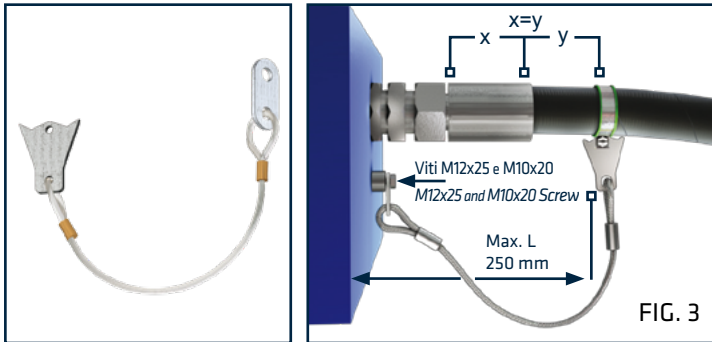

FIG. 3
6. Bei der Montage des **STOPFUVARIE**-Systems das Befestigungselement mit einer Schraube M12x25 mm (UNI 5931 - DIN 912 - ISO 4762) an Stahlkomponenten der Anlage oder Maschine befestigen, für **STOPFUVARIES** mit einer Schraube M10x20 mm (UNI 5931 - DIN 912 - ISO 4762); in beiden Fällen mit Festigkeitsklasse 12.9 und in einem Abstand von 250 mm. Stellen Sie sicher, dass das System wie in Abbildung 3 dargestellt positioniert ist;
6. When assembling the **STOPFUVARIE**, fix the retention system to a steel support using an M12x25 mm UNI 5931 - DIN 912 - ISO 4762 screw, for the **STOPFUVARIES** use an M10x20 mm UNI 5931 - DIN 912 - ISO 4762 screw; in both cases with steel class 12.9 and at a distance of 250 mm. Ensure that the system is positioned as shown in figure 3.